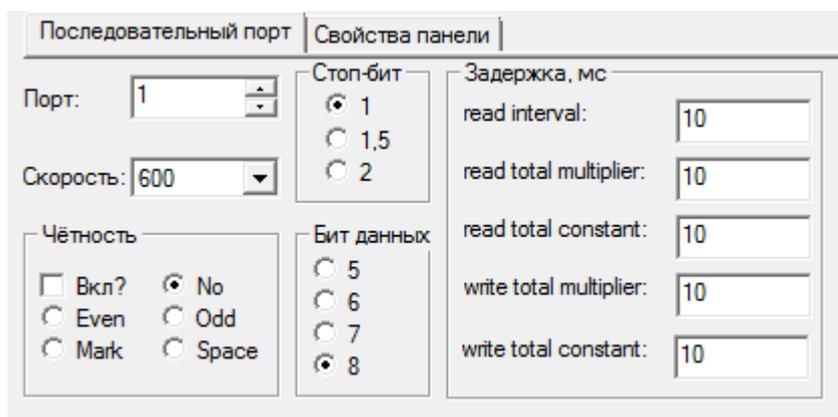

Рисунок 7 — Окно частных свойств элемента **Последовательный порт**
- На вкладке **Последовательный порт** в поле **Порт** введите номер COM-порта компьютера, к которому подключена панель Esser. Остальные настройки оставьте без изменения (рисунок 7).